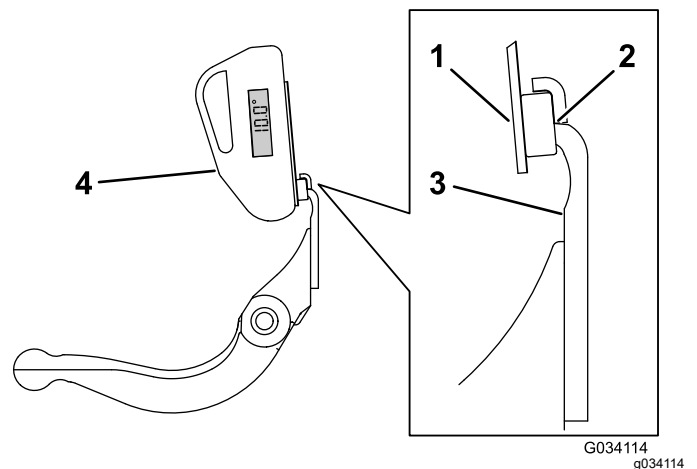

Bild 26
3. Legen Sie die Neigungsmesserbefestigung an die Kante des Untermessers, sodass die Kante des Magnets bündig mit der Kante des Untermessers ist (Bild 26).
4. Legen Sie den Neigungsmesser auf die Befestigung, wie in Bild 26 abgebildet.